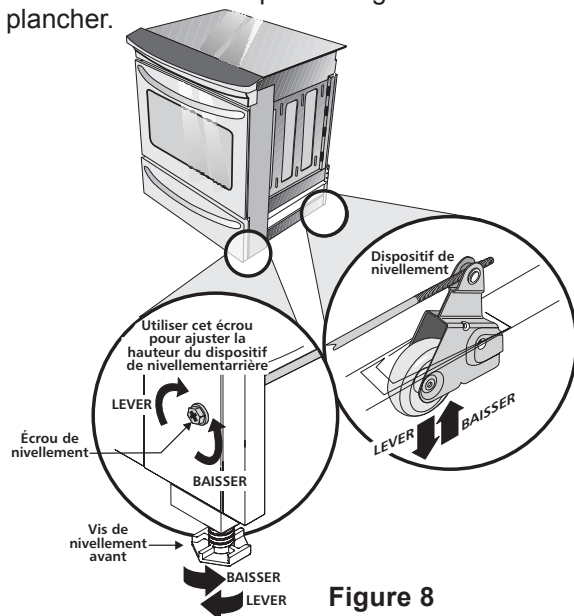

Figure 8
2. Ajustez les pieds de l'appareil, comme décrit plus loin, jusqu'à ce que le dessous de la surface de cuisson s'appuie délicatement sur le dessus du comptoir et soit à niveau (Figure 8).